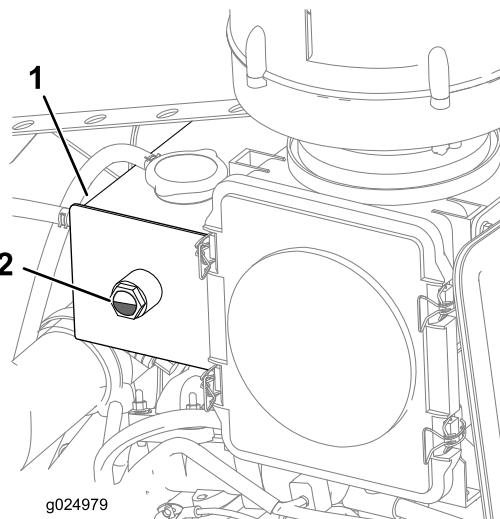

Figura 26
- Controllate il livello del refrigerante nel serbatoio (Figura 26).
- Nota:** Accertatevi che il livello del refrigerante sia compreso tra 1/4 e 3/4 del vetro spia (Figura 26).